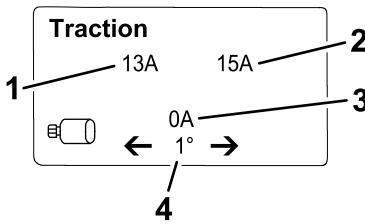

Figura 21
- **Schermata delle informazioni sulla trazione** (Figura 21): mostra l'angolo di sterzata corrente e l'amperaggio assegnato a ciascun motore di trazione.